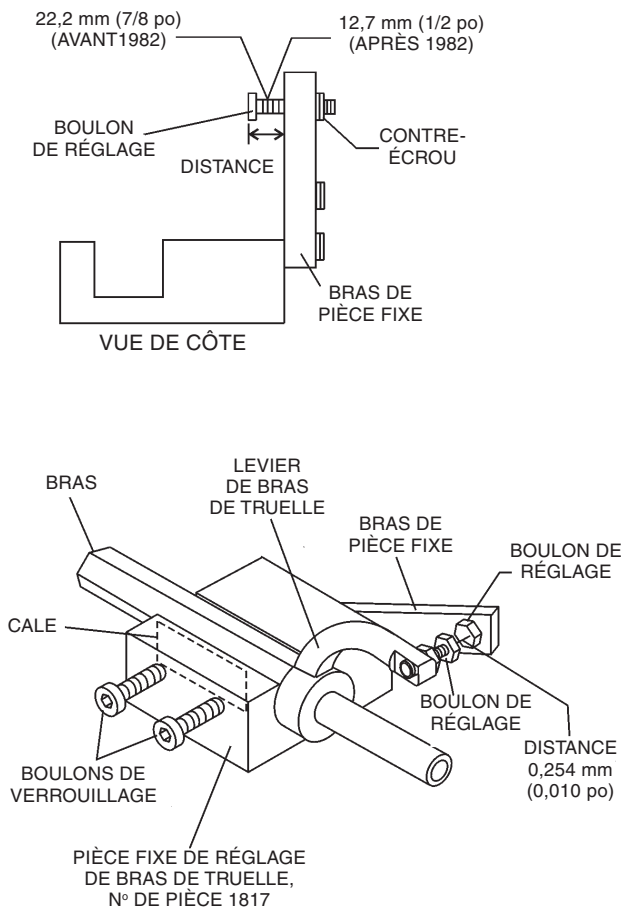

Figure 26. Outil de réglage de bras de truelle
La figure 26 montre la pièce fixe de réglage dans laquelle est introduit un bras de truelle. Lorsque chaque bras de truelle est verrouillé dans la pièce fixe, le boulon du bras est réglé au point où il touche une butée sur la pièce fixe. Cela permet de régler de façon uniforme tous les bras de truelle, en fournissant une finisseuse qui est aussi plane et uniformément inclinée que possible.
2. Les truelles fabriquées avant juin 1982 exigent que la distance entre l'extrémité du boulon de réglage et le bras de la pièce soit de 22,2 mm (7/8 po) (figure 26). Par contre, les truelles fabriquées après juin 1982 exigent que la distance entre l'extrémité du boulon de réglage et le bras de la pièce soit de 12,7 mm (1/2 po).